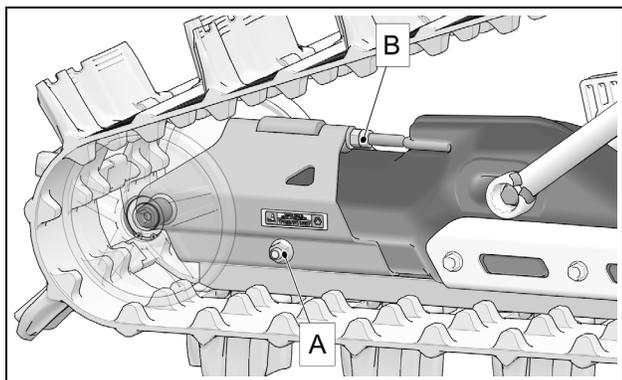

Figure 14
ATTENTION : Le boulon d'assemblage (A) du tendeur de chenille et l'écrou de blocage (B) doivent obligatoirement être desserrés avant d'ajuster la tension de la chenille. Figure 14.